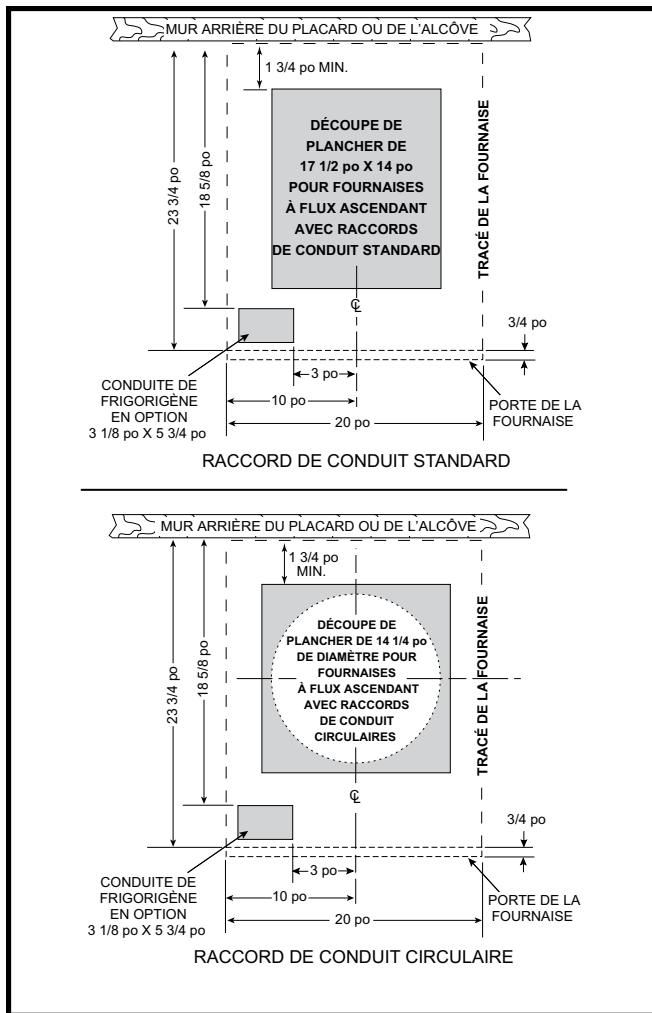
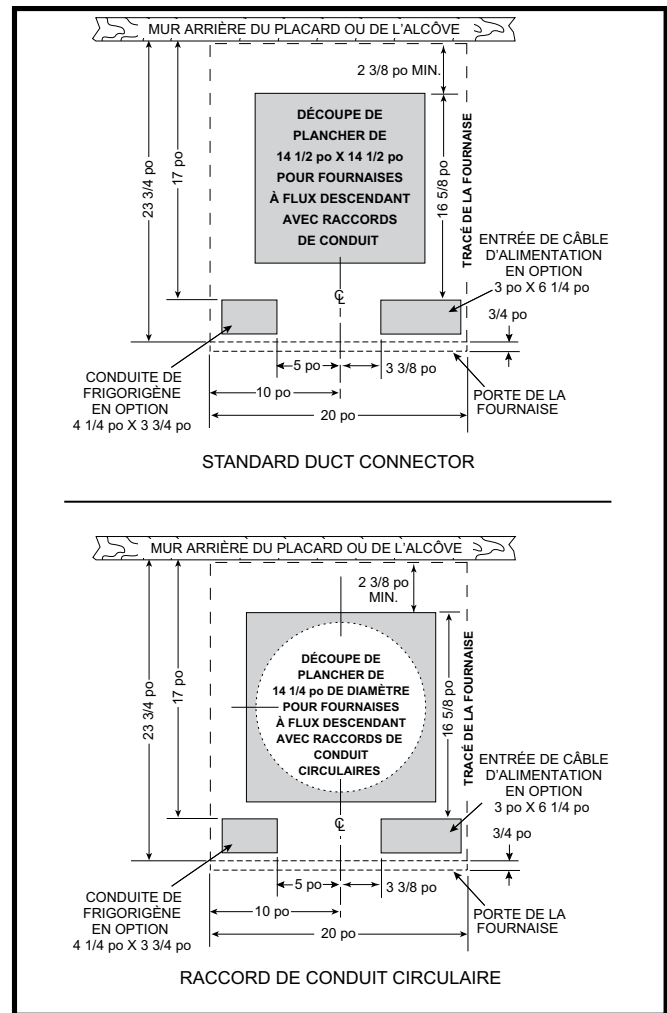

Figure 2. Dimensions de l'ouverture pour fournaies à flux ascendant
Figure 3. Dimensions de l'ouverture pour fournaies à flux descendant
Les ouvertures dans le plancher doivent être positionnées soigneusement pour prévenir les erreurs d'alignement entre la fournaise et le conduit d'air. Les ouvertures normales ou rondes des fournaises à flux ascendant sont illustrées à la Figure 2 \(page 6\). Les ouvertures pour les fournaises à flux descendant sont illustrées à la Figure 3 \(page 6\).
2. En utilisant la ligne centrale comme point de départ, tracez le reste du trou pour les conduits en fonction des dimensions montrées à la Figure 2 ou la Figure 3.
- a. Marquez les ouvertures de plancher comme indiqué à la Figure 2 (page 6). Prévoyez les dégagements minimaux à l'arrière et sur les murs gauches du placard pour l'installation de la fournaise et du câblage.